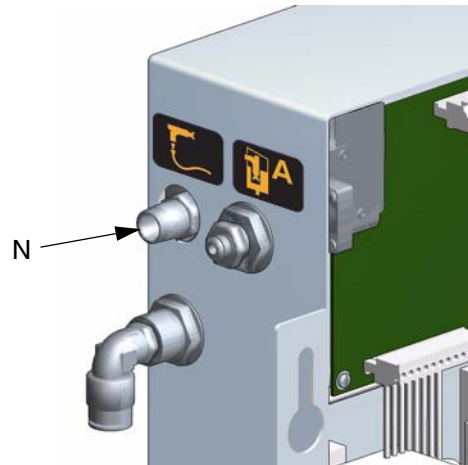
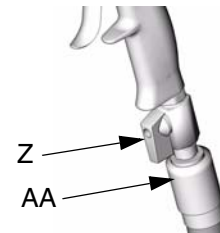
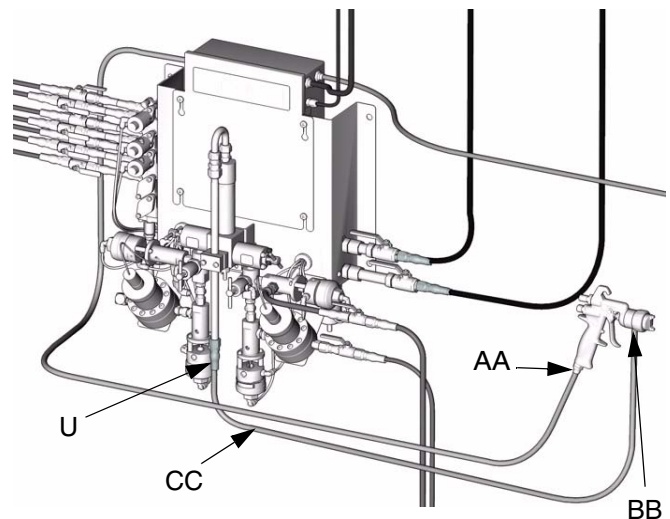

FIG. 9
FIG. 10
FIG. 11
Smart  (N - FIG. 9) e l'ingresso aria della pistola a spruzzo (AA - FIG. 10).
(N - FIG. 9) e la valvola di intercettazione di sicurezza dell'aria per la nebulizzazione. Vedere il manuale della scatola di lavaggio della pistola 310695.
Installare una valvola di intercettazione aria del tipo a spurgo (Z) sulla linea di alimentazione aria della pistola o all'ingresso aria della pistola (AA). FIG. 10, FIG. 11.
4. Collegare la linea di alimentazione del fluido della pistola (CC) tra l'uscita del miscelatore statico (U) del collettore del fluido e l'ingresso del fluido della pistola (BB). FIG. 11.